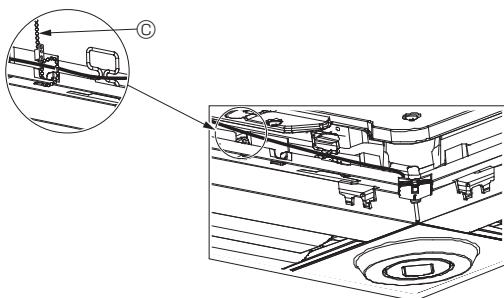

Fig. 5-13
- Fixez les fils du capteur i-See et du récepteur de signal au panneau à l'aide des fixations, comme indiqué sur le schéma, de sorte qu'il n'y ait pas de mou au niveau des fils, puis coupez le fil qui dépasse aux extrémités de la fixation. (Fig. 5-13)
- Si la position du capteur i-See a été permutee de la position "○" (E) à la position "□" (F), changez le paramétrage des commutateurs. (Voir page 27.)